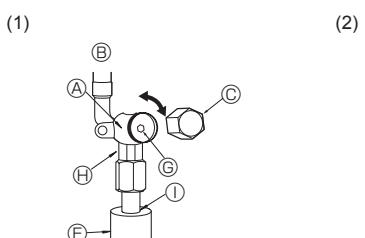
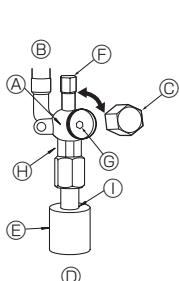

Fig. 4-5
Fig. 4-6
(1) Lado de gas (Fig. 4-5)
- ① Abra la tapa y gire la varilla de válvula hacia la izquierda hasta su tope, utilizando una llave hexagonal de 5 mm. Deje de girar cuando llega al tope. (ø15,88: Aproximadamente 13 revoluciones)
- ② Cerciórese de que la válvula de parada esté completamente abierta y enrosque la tapa en su posición original.
(2) Lado de líquido (Fig. 4-6)
- ① Abra la tapa y gire la varilla de válvula hacia la izquierda hasta su tope, utilizando una llave hexagonal de 4 mm. Deje de girar cuando llega al tope. (ø9,52: Aproximadamente 10 revoluciones)
- ② Cerciórese de que la válvula de parada esté completamente abierta, empuje la manivela y enrosque la tapa en su posición original.